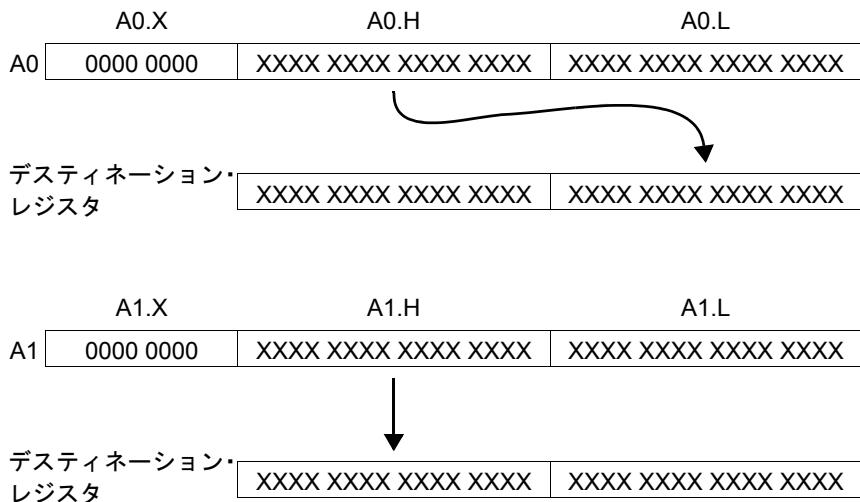

図 2-14. 小数オペランドの乗算
- 乗算で小数オペランドまたはIHオプションを使用する場合には、結果の上位ハーフが抽出され、16ビットのデスティネーション・レジスタに格納されます（図2-14を参照）。